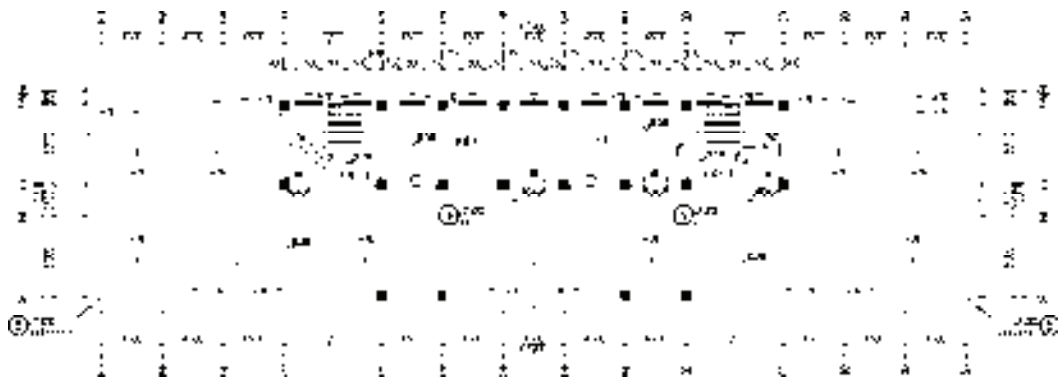

图 15-103 添加平面窗尺寸标注
13) 添加平面窗的尺寸标注。调用“逐点标注”命令，分别指定各标注点，添加平面窗尺寸标注，结果如图 15-103 所示。